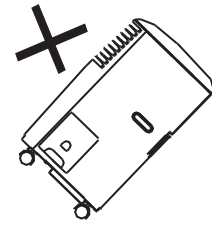

fig. 1
- De unit altijd op een stabiele ondergrond zetten (fig. 1).